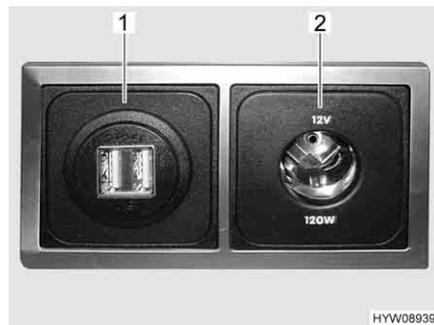

Fig. 116 Presa USB e 12 V
**Presa USB** È possibile caricare le batterie di dispositivi con corrente di carica fino a 2,5 A, collegando i dispositivi alle prese USB (Fig. 116,1).
**Presse a 12 V** Le prese da 12 V (Fig. 116,2) consentono di collegare apparecchi con consumo di corrente massimo pari a 10 A (potenza pari a 120 W).